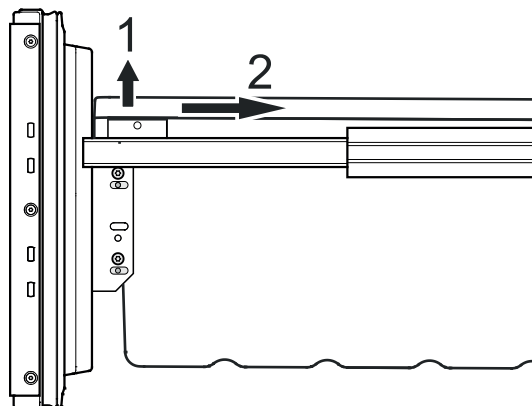

Figure 18
- Désenclipper les coins gauche et droit du récipient en le tirant vers le haut (1) - **Figure 18**.
- Pousser le récipient vers l'arrière (2) - **Figure 18**.
- Retirer les récipients des tiroirs du compartiment congélateur comme aux **Figures 18 et 19**.